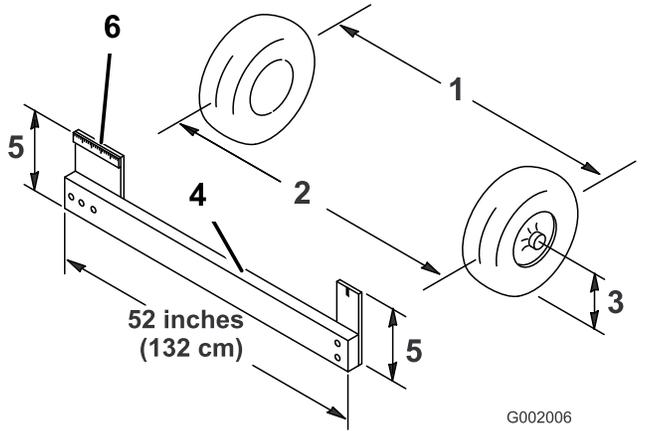

Figura 45
4. Mida la distancia entre los neumáticos delanteros a la altura del eje, en la parte delantera y trasera de las ruedas (Figura 45).
**Nota:** Necesitará una plantilla o un indicador de alineación para medir la parte delantera de las ruedas delanteras a la altura del eje. Utilice la misma plantilla para medir con precisión la parte delantera de las ruedas delanteras a la altura del eje (Figura 45).